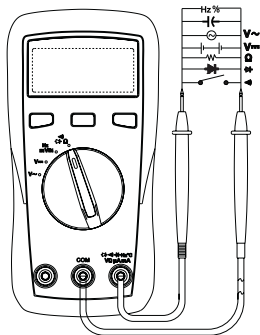

Abb. 2
1. Stecken Sie die rote Messleitung in die Messbuchse $Vm\mu A\Omega$ -Buchse und die schwarze Messleitung in die Messbuchse COM. Orientieren Sie sich an der Abb. 2
3. Verbinden Sie beide Messspitzen mit dem Messobjekt. Bei negativer Eingangsspannung (DC) erscheint ein Minus vor dem Messwert.